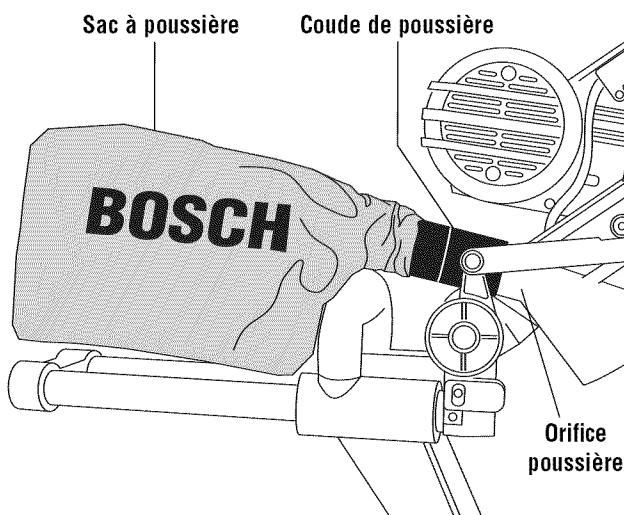

Figure 4. Coude et sac à poussière
- Le bras d'onglet étant bloqué en position descendue, poussez le coude de poussière sur l'orifice poussière. Enfoncez le sac à poussière sur le coude et faites pivoter les deux pièces pour les mettre dans la position désirée. (Figure 4).